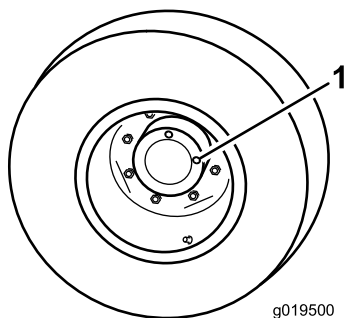

Figura 62
1. Con la máquina en una superficie nivelada, coloque la rueda con un tapón de verificación (Figura 62) en la posición de las 12 y el otro en la posición de las 3.
1. Tapón de verificación (2)
2. Retire el tapón de la posición de las 3 (Figura 62). El aceite debe llegar a la parte inferior del orificio del tapón de verificación.